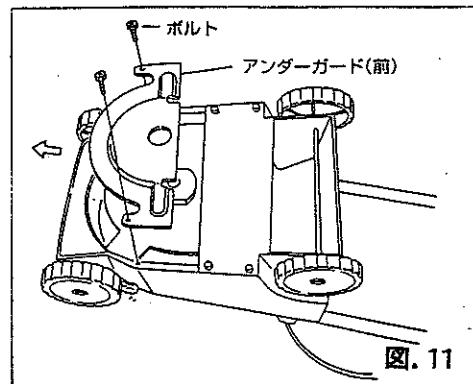

図. 11
- (1) 刈刃の交換の際には、必ずスイッチボックスのロックレバーを「LOCK」にし、電源プラグをコンセントから抜いて安全を確認してから行って下さい。
- (2) フレームカバー上部にスコープが取り付けられています。これにより、モーターの回転及び刈刃の回転が外部から一目で確認できますので、刈刃の回転が完全に停止したことを確認してから行って下さい。
- (3) 刈刃は刈払機用替刃 ø230mm×4枚刃を使用して下さい。
- (4) ボルト2本を緩めて、アンダーガード（前）を前方向（矢印）にずらすように取外して下さい。（図. 11）
- (5) ホルダー（下）を専用工具でアンダーガード（後）に固定し、ボックスレンチでナットを緩めて、刈刃を取り外して下さい。